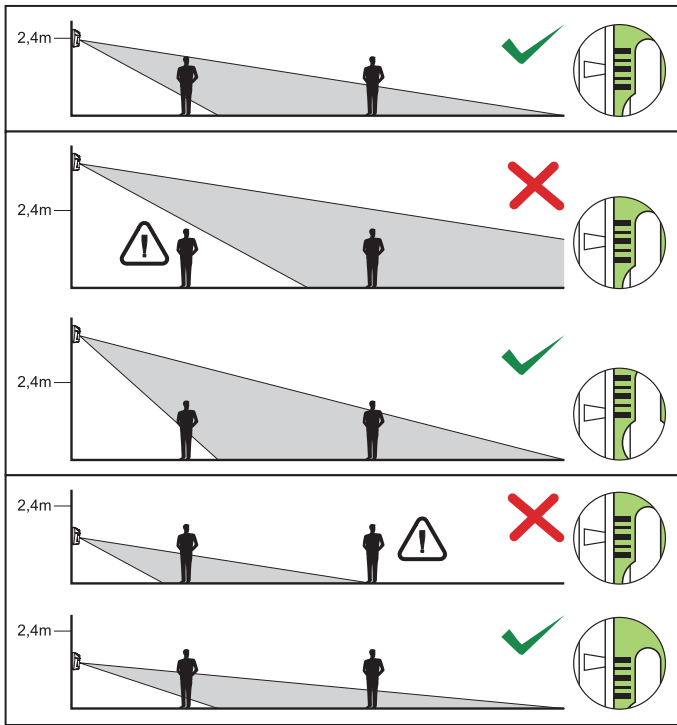

Рис. 4. Влияние высоты монтажа на защищаемую извещателем зону и способ позиционирования пирозлемента по отношению к линзе с целью оптимальной установки.
7 – градуировка для позиционирования пирозлемента по отношению к линзе (см. Таблица 1 и Рисунок 4).
6. Закрепите плату электроники, учитывая высоту монтажа извещателя (см. Таблицу 1 и Рисунок 4).